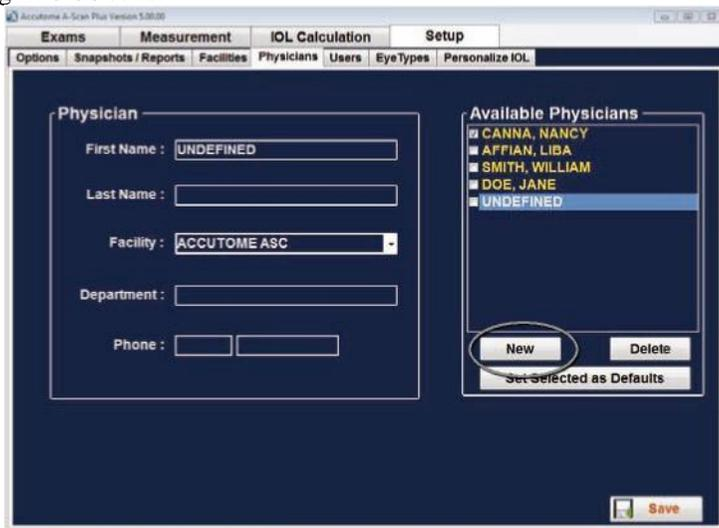

Figura 5-36 Schermata Utenti
1. Nella schermata Utenti selezionare "Nuovo" (New), come mostrato nella Figura 5-36 sotto.